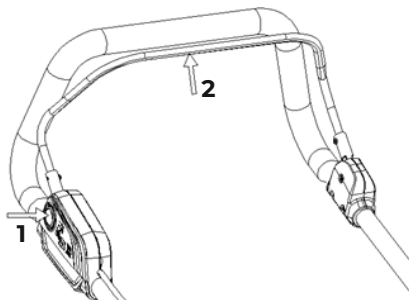

Рис. 24
Запустите косилку, выполнив нижеописанные действия (рис. 24).
- Нажмите на кнопку – предохранитель от случайного включения (поз.1 рис. 24).
- Нажмите и удерживайте рычаг управления (поз.2 рис.24). Если вы отпустите рычаг управления (поз.2 рис. 24), то газонокосилка выключится.